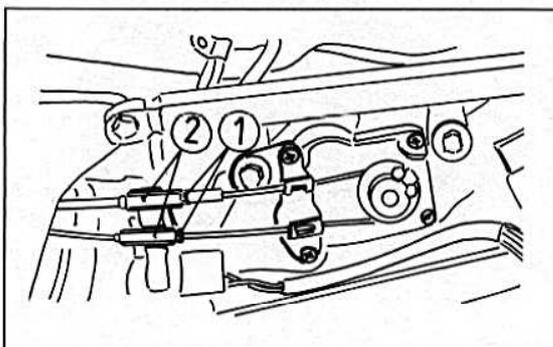

Bild 164
- Die Spanner der Seilzüge des EXUP-Systems vollständig lösen (Bild 164).